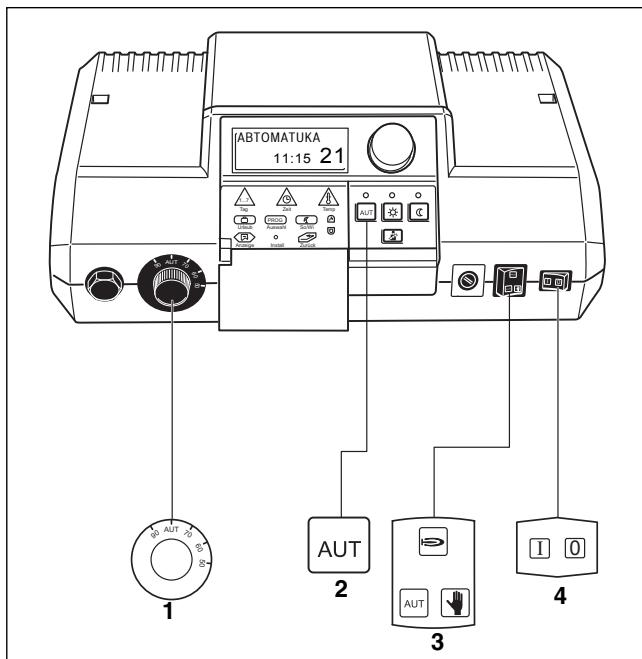

Рис. 8 Кнопки, необходимые для пуска в эксплуатацию
- Установите пусковой выключатель на "1" (ВКЛ.) (→ рис. 8, [4]).
- Поворачивая регулятор температуры котловой воды, установите его на "AUT" (→ рис. 8, [1]).
- Установите переключатель автоматического, аварийного режима, отопления и горячего водоснабжения на "AUT" (→ рис. 8, [3]).
- Нажать кнопку "AUT", для старта автоматического режима по таймеру (→ "Изменение режима работы", рис. 11) (→ рис. 8, [2]).
- Установите пусковой выключатель в положение "0" (→ рис. 8, [4]).